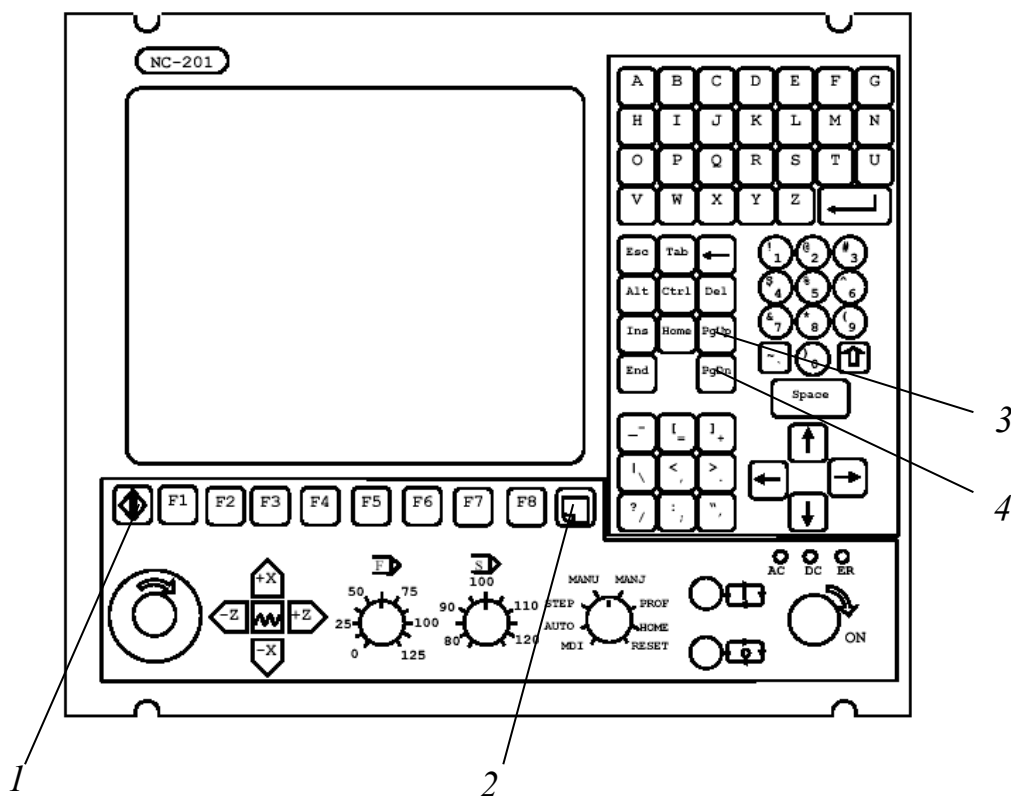

Рисунок 4.3 – Пульт управления (выносками указаны необходимые клавиши)
- нажать клавишу 1 (рисунок 4.3);
После ввода текста УП сохранить ее в память СЧПУ. Выполнить команду «ЗАПИСЬ И ВЫХОД» – выход из режима редактирования с записью отредактированного файла (клавиша «F7») находится в нижней строке редактора (если такой команды нет – осуществляем прокрутку меню клавишей 2, см. рисунок 4.3).
- нажать клавишу 1 (см. рисунок 4.3), перейти в видеостраницу пульта оператора; затем нажать клавишу 2 (см. рисунок 4.3);
- осуществить загрузку УП, для чего нажать клавиши 3 и 4 (см. рисунок 4.3), выбрать программу и загрузить ее, нажав «ENTER»;
В случае обнаружения ошибок синтаксиса или программирования прекратить выполнение программы, для чего нажать клавишу 2 (см. рисунок 4.3), осуществить возврат в пульт оператора и выбрать в нижней части экрана «Выгрузка программы» – F7, а затем «Общий сброс» – F8.